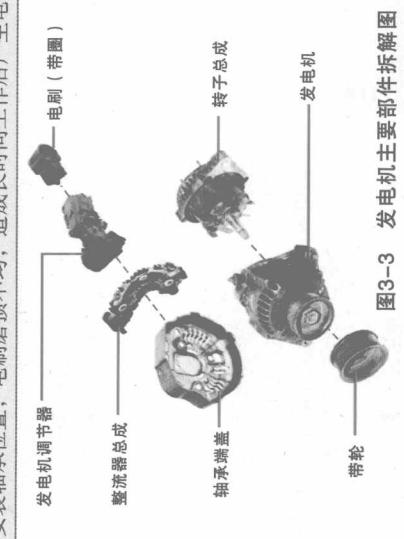

图3-3 发电机主要部件拆解图
14) 拆检发电机（见图3-3），发现发电机被维修过，已更换过发电机轴承及电刷，因在操作时损坏安装轴承位置，电刷磨损不均，造成长时间工作后产生电磁波干扰。